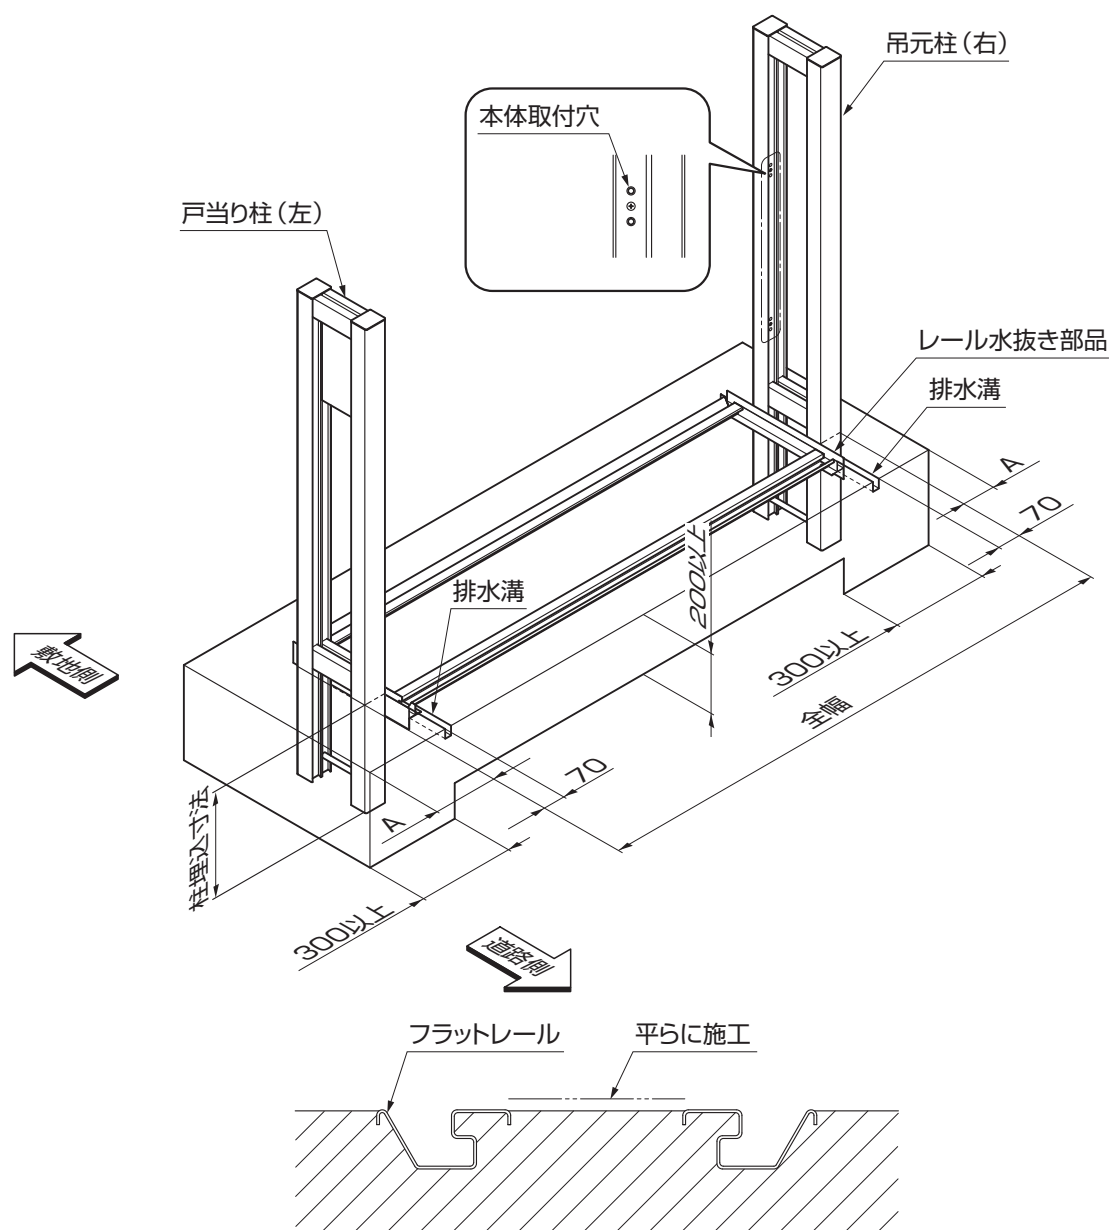

図4-1
- ①柱の本体取付穴加工面がレール側にあることを確認して、柱の埋込み位置を決定してください。
- ②柱の垂直を確認し、固定してください。
- ③埋設の際、レール水抜き部品部分に排水用の溝を設けてください。
- ④フラットレールとフラットレールの間は、必ず平らにしてください。(図4-1 参照)